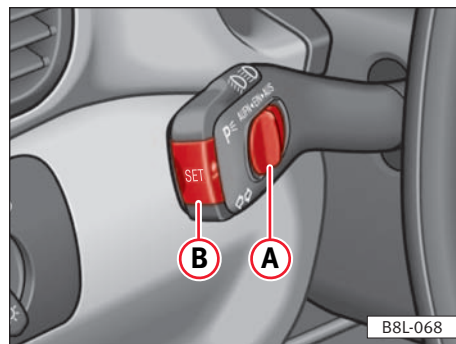

Fig. 148
Su **desconexión transitoria** se consigue pisando el freno o desplazando el mando ⇒ **fig. 148 A** hasta la posición OFF (sin encastrar).
Para **recuperar** la velocidad memorizada, habrá que desplazar el mando ⇒ **fig. 148 A** hacia la izquierda, hasta el tope, después de soltar el pedal del freno.
- Desplazar el mando ⇒ **fig. 148 A** hacia la izquierda, hasta el tope, y no soltarlo hasta no haber alcanzado la velocidad deseada. Al soltar el mando, la velocidad queda memorizada.
- Pulsar brevemente la tecla ⇒ **fig. 148 B**. La velocidad alcanzada en ese momento queda memorizada. ■
El sistema **se desconecta totalmente** desplazando el mando ⇒ **fig. 148 A** hasta el tope de la derecha (OFF encastrado), o bien con el vehículo parado, desconectando el encendido.